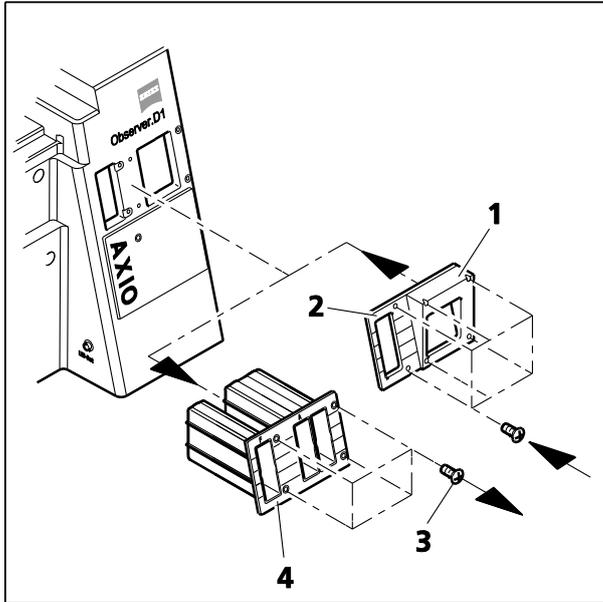

Fig. 56 Adaptateur d'installation pour composants tiers sur le statif
- Desserrer les quatre vis (Fig. 56/3) du capot en plastique (Fig. 56/4) et le retirer du support en tirant vers la droite.
- Monter l'adaptateur d'installation (Fig. 56/2) sur le support et le fixer à l'aide de six vis.
- Installer le composant tiers souhaité sur le sabot d'accrochage (Fig. 56/1) de l'adaptateur d'installation dans le statif.